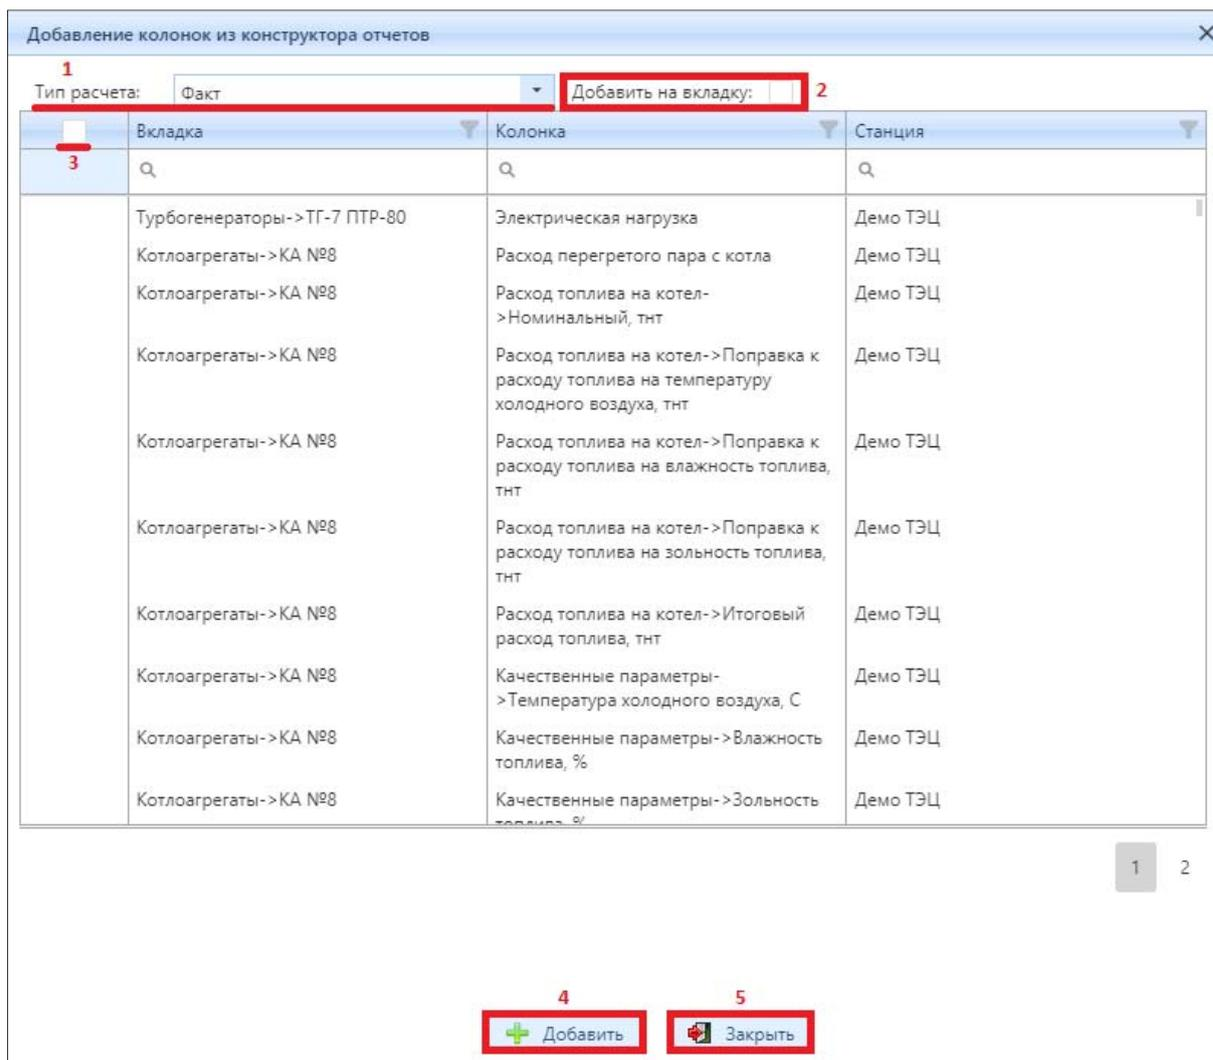

Рисунок 4.7.34 – Добавление колонок из конструктора отчетов
2. выбрать (1) тип расчета (рис. 4.7.34) из выпадающего списка;
3. активировать чек-бокс (2) «Добавить на вкладку:» (рис. 4.7.34), если требуется чтобы колонка была 1-го уровня (в случае, когда чек-бокс не активирован колонка добавится уже к созданной колонке);
5. нажать кнопку (4) «Добавить» (рис. 4.7.34);
6. нажать кнопку (5) «Заккрыть» (рис. 4.7.34).